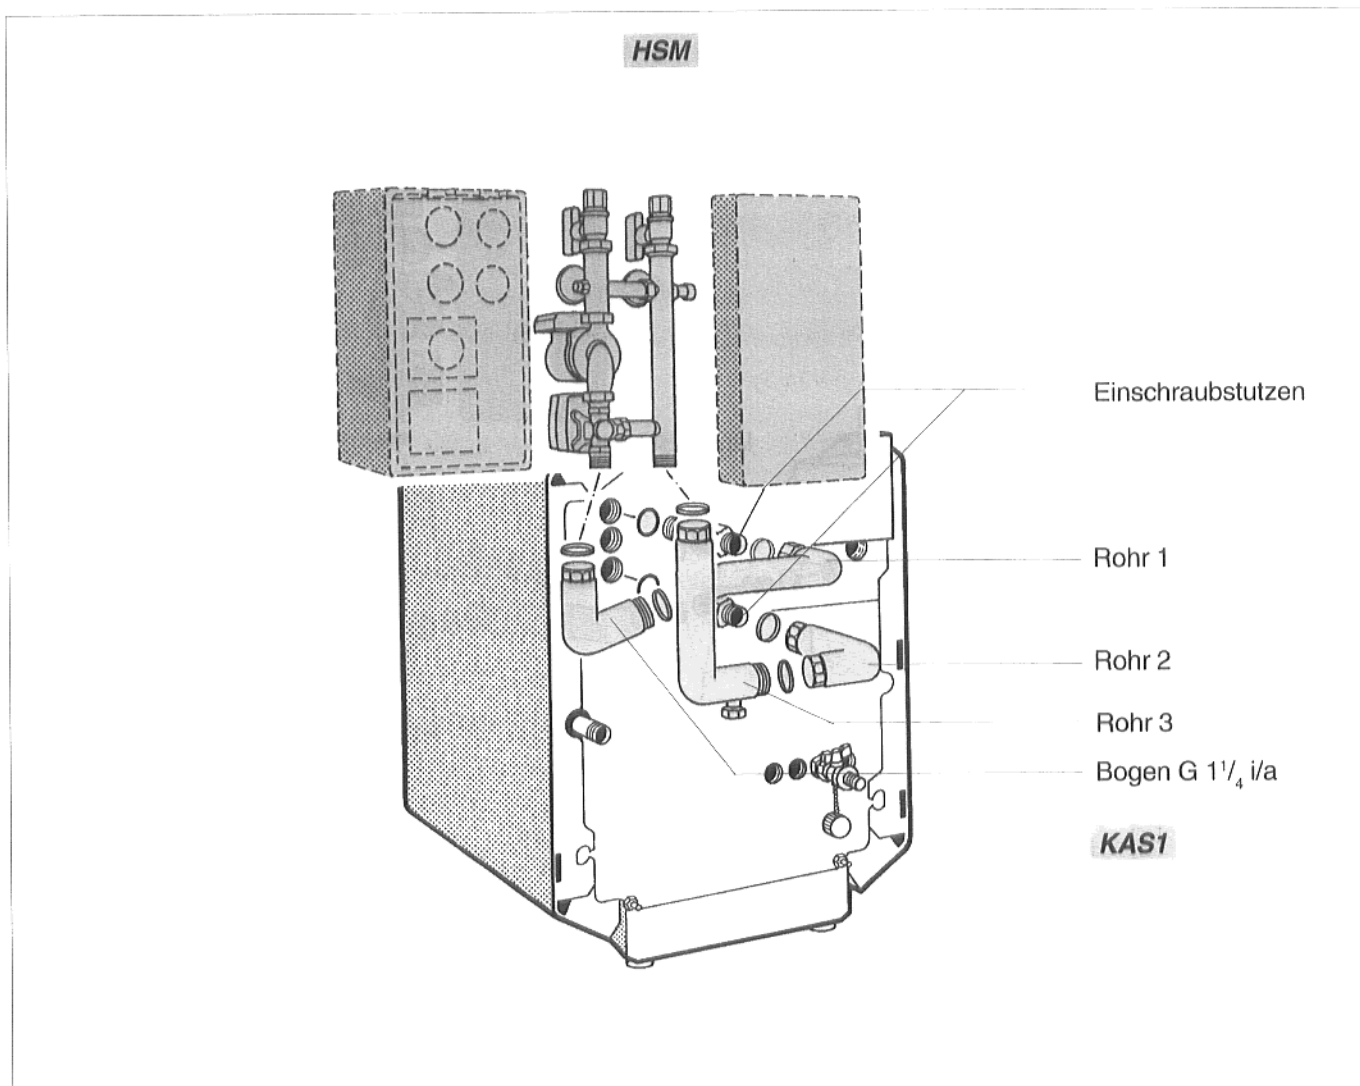

Abb. 5 Rechtsanbau KAS 1
- Einschraubstutzen mit eingelegtem O-Ring in den Kesselvor- und -rücklauf einschrauben (Abb. 5).
- Rohr 1 auf den Einschraubstutzen im Kesselvorlauf schrauben (Abb. 5).
- Bogen G 1 1/4 i/a entsprechend Abb. 5 an Rohr 1 anschrauben.
- Rohr 2 mit langem Schenkel auf den Einschraubstutzen im Kesselrücklauf schrauben (Abb. 5).
- Rohr 3 (G 1 1/4 i/a) entsprechend Abb. 5 an Rohr 2 anschrauben.
- Heizkreis-Set mit oder ohne Mischer auf die Rohrgruppen aufsetzen und festschrauben (Abb. 5).